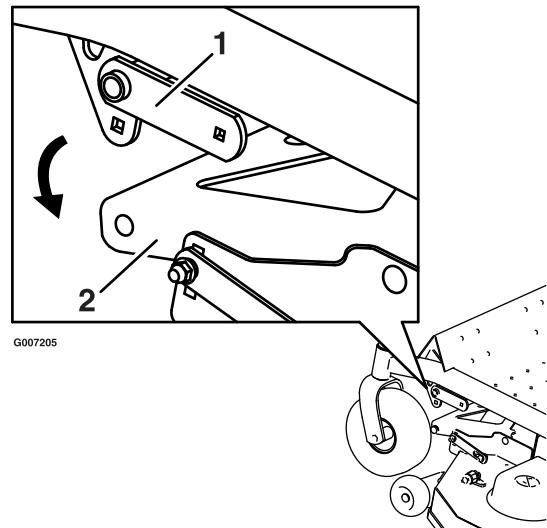
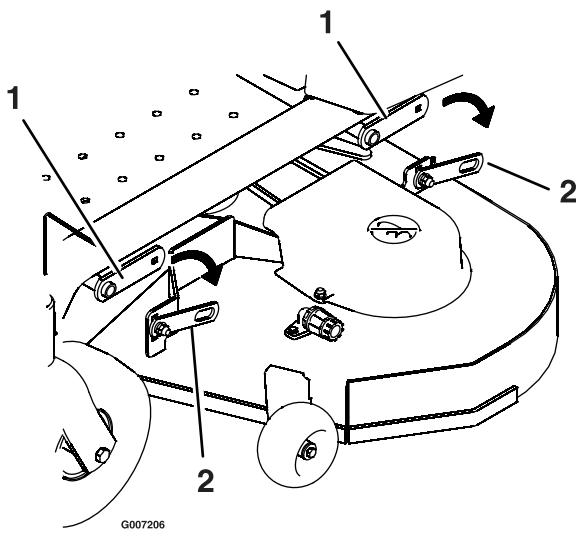

Figure 47
Figure 48
4. Enlevez les fixations de la patte de fixation et du bras de relevage de chaque côté du tablier de coupe (Figure 47).
5. Enlevez l'écrou, le boulon et la bague de pivot de la bielle du tablier (Figure 47). Abaissez doucement l'avant du tablier de coupe au sol (Figure 48).
5. Utilisez les fixations existantes pour fixer la bielle arrière du tablier au bras de relevage (Figure 48).
6. Montez les fixations de la patte de fixation et du bras de relevage de chaque côté du tablier de coupe (Figure 47).